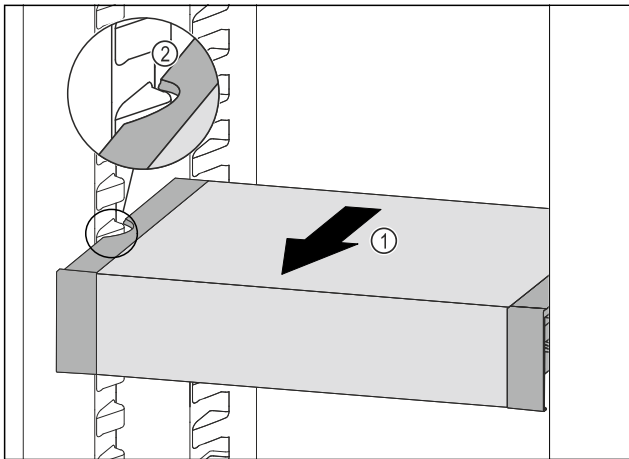

Fig. 80
- Tirare VarioSafe in avanti Fig. 80 (1) fino a quando le cavità laterali di VarioSafe non si trovano al livello della nervatura del contenitore nel vano frigorifero. Fig. 80 (2)